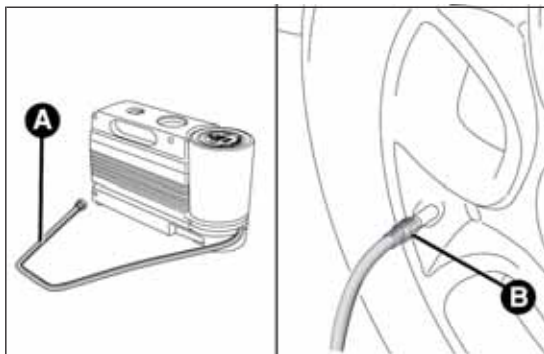

fig. 165
- ☐ **Azionare il freno a mano.** Svitare il cappuccio dalla valvola dello pneumatico, estrarre il tubo flessibile di riempimento A fig. 165 ed avvitare la ghiera B sulla valvola del pneumatico;